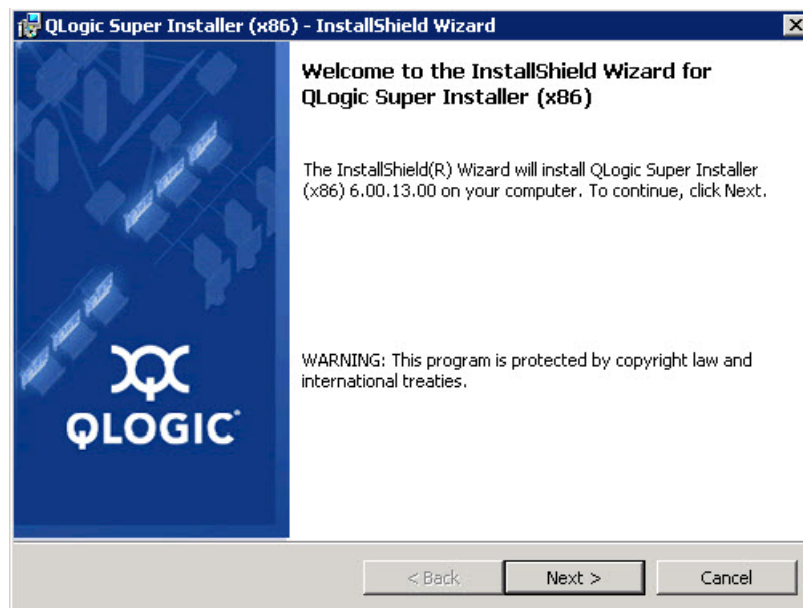

Figura 3-2. Asistente QLogic InstallShield: ventana de bienvenida
3. En la ventana de bienvenida del superinstalador de QLogic: Asistente InstallShield® (Figura 3-2), haga clic en **Next** (Siguiente).